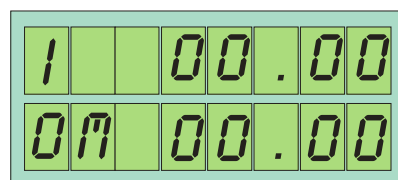

Figura 13 - Habilitação da utilização das memórias
- 3 - Para utilizar a memória basta segurar pressionada a tecla  até aparecer a letra "M" após a letra "O" de output e soltá-la em seguida conforme Figura 13. Pressione uma das posições de memória desejada e o valor armazenado nelas será posto na saída. Para